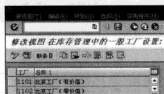

图 7-58 创建的工厂
STEP 1 在命令栏输入 SPRO 命令, 通过菜单选择“物料管理→库存管理和实际库存→工厂参数”选项, 可以看到当前系统中创建的工厂, 如图 7-58 所示。